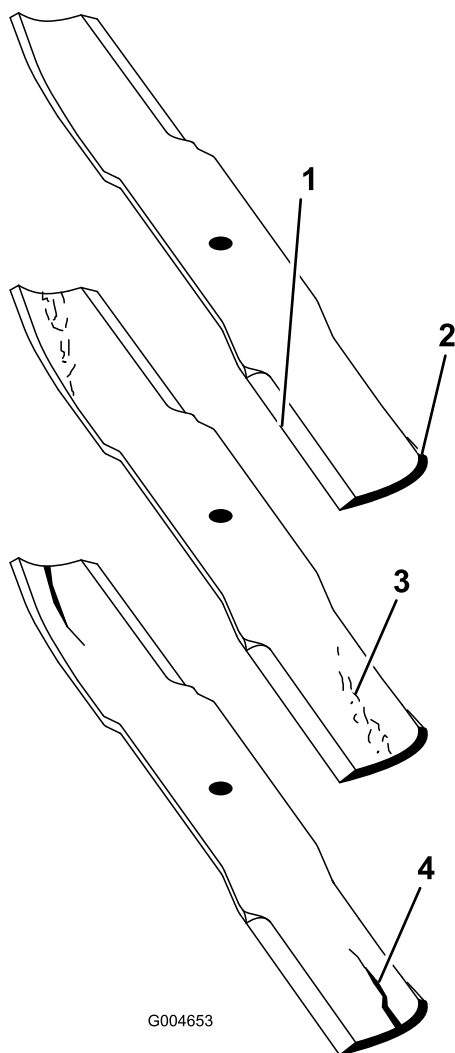

Figura 110
2. Verificate accuratamente i taglienti, con particolare attenzione ai punti d'incontro delle sezioni piatta e curva della lama (Figura 110). Sabbia e materiali abrasivi possono consumare il metallo che connette le sezioni piatta e curva della lama, per cui si consiglia di controllare la lama prima di usare il tosaerba. Se riscontrate segni di usura (Figura 110), sostituite la lama.